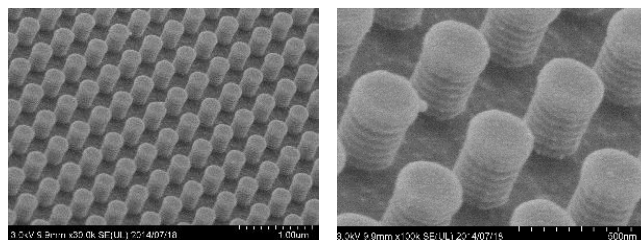

Fig.3 SEM image of Si nano-etching pattern.
エッチング条件 (A) (B) でエッチングした後の表面を SEM にて観察した (Fig.3)。その結果、Si 側壁面にスキヤロッピングがあるものの、およそ目的とするナノパターンからなるサンプルが得られた。